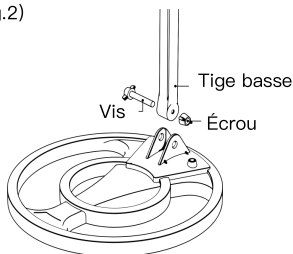

Fig.2
1. Insérez la tige inférieure et alignez le trou sur la bobine de recherche et la tige inférieure. Pousser la vis à travers le trou et serrer le bouton. (Voir Fig.2)